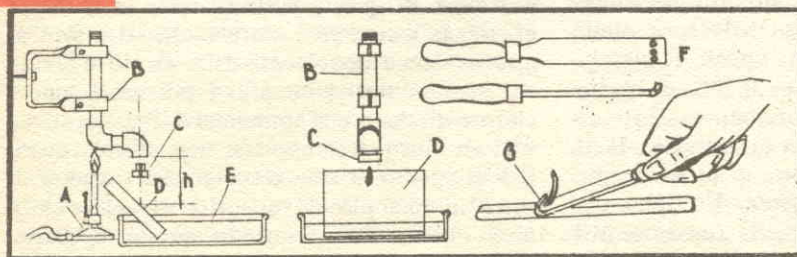

Fig. 2
completa fusione aggiungete la quantità di stagno. Le impurità che appaiono in superficie saranno eliminate con l'aiuto di un coltello (B). Quando la lega è in completa fusione versatela nella scanalatura di una tavola (C-D.H), o in un piccolo profilo metallico di sezione scelta. Per la facilità del lavoro, i bastoncini avranno una sezione di 5x5 mm. Ma in pratica, questa sezione deve essere proporzionata alla potenza del saldatoio. Se questi bastoncini sono destinati all'uso di un canello di una lampada a benzina, essi possono essere colati in una griglia in ghisa proveniente da una stufa (E-F). Una saldatura molto fusibile è composta in parti uguali di piombo e stagno ai quali si aggiunge il 10% di bismuto. Il preparato di saldature auto-pulenti necessita di metallo d'apporto in graniglia. Il dispositivo della fig. 2 permette di ottenere questa graniglia automaticamente. Un tubo piegato a gomito è riscaldato alla sua estremità da un becco bunsen (A). L'estremità curva è chiusa da un tubo di regolazione il cui diametro di apertura (C) determina la grandezza della graniglia. La saldatura, essendo stata introdotta nella parte superiore del tubo, si scarica goccia a goccia da (C) e cade su di una tavola paraffinata. Essendo questa tavola inclinata a 45°, lascia cadere la saldatura in una vaschetta di acqua fredda (E). Ciò è sufficiente per formare la graniglia. Per questi lavori di zinco e lattoneria è preferibile pre-